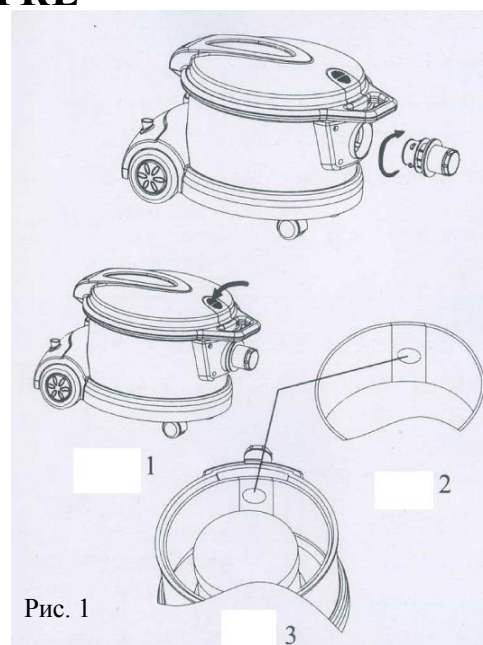

Рис. 1
2. Для установки пылесборника (рис. 1):
- нажмите кнопку на крышке (1) чтобы открыть ее;
- установите пылесборник, совместив отверстие в нем с отверстием в корпусе, в которое устанавливается короткий разъем шланга (2);